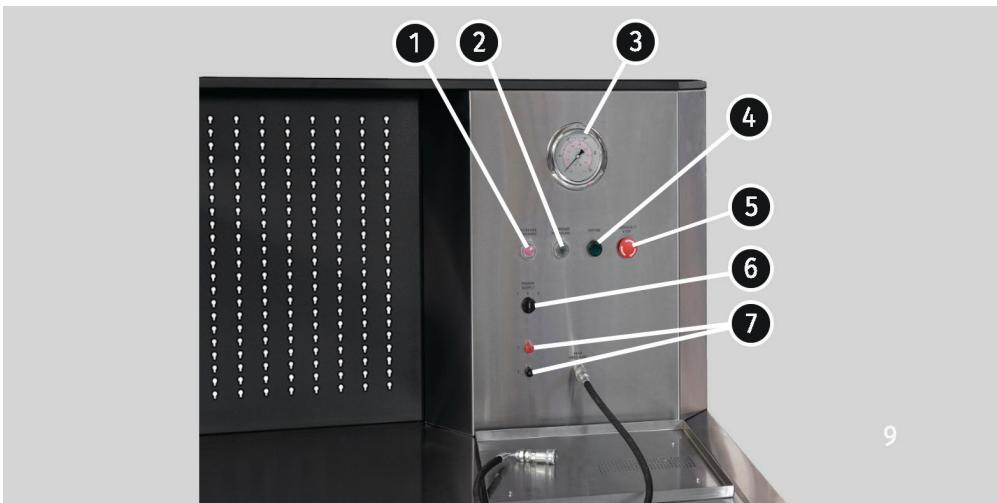

Figura 2. Panel de control
8.1. Utilizando el kit de cableado, conecte el motor eléctrico de la pinza a los terminales de alimentación 7 (Figura 2).